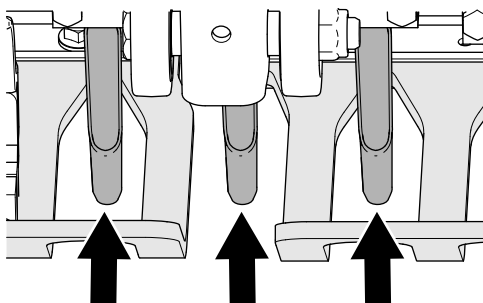

Figura 44
4. Verifique o alinhamento das ranhuras dos protetores de relva para garantir que estão centradas (Figura 44).